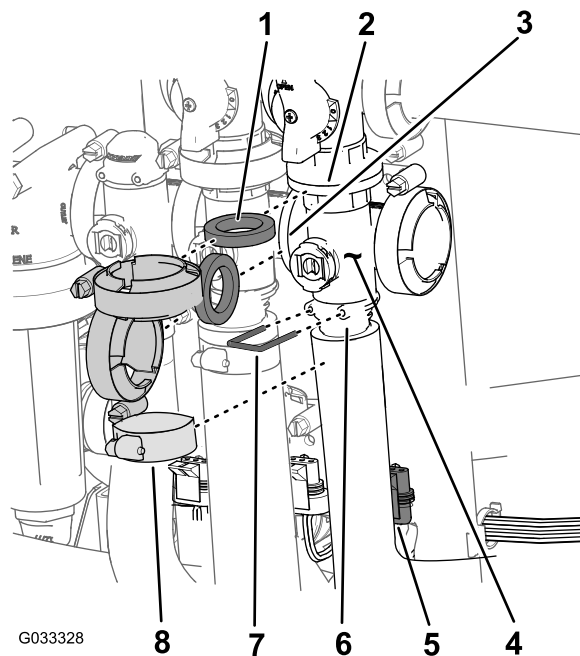

图66
1. 拆下将主喷洒臂段阀歧管（图66）固定至主喷洒臂段旁通阀、搅拌阀和主喷洒臂段歧管阀（在流量计的软管末端）的夹具和垫片。
2. 拆下将出口接头固定至主喷洒臂段阀歧管的卡环（图66）。